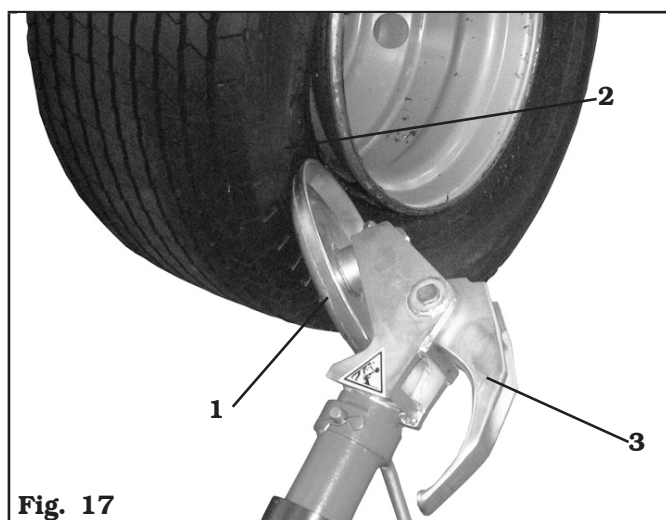

Fig. 17
- E. Posicionar como ilustra la Fig. 17 el disco destalonador (Fig. 17 ref. 1) actuando sobre la palanca del dispositivo de mando (Fig. 10 ref. A); el perfil exterior de la llanta (Fig. 17 ref. 2) debe tocar el disco destalonador;